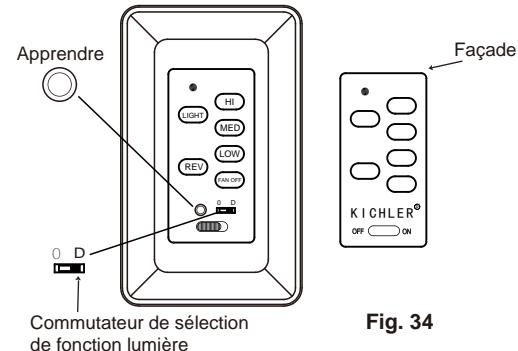

Fig. 34
ACTIVER LE PROCESSUS D'APPRENTISSAGE (Fig. 34)
1. Utilisez un petit tournevis plat et indiscretssez doucement la face en dehors du dessus de l'émetteur de mur (Fig. 34)
2. Après l'installation est terminée, la puissance d'AC est allumée et OFF  ON SWITH est à la position d'ON dans les 30 secondes, appuyez et maintenez le bouton LEARN pendant 3 secondes, le ventilateur s'allume à la vitesse moyenne et la lumière (si installé) s'allume. Cela confirme que le paramètre SMART SYNC est actif et correct. (Fig. 34)
COMMUTATEUR DE SÉLECTION DE FONCTION LUMIÈRE(Fig. 34)